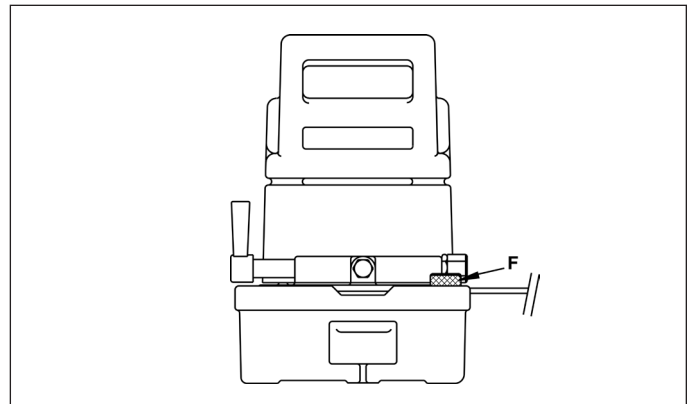

Abbildung 6
4.3 Nachfüllen von Öl (Abbildung 6)